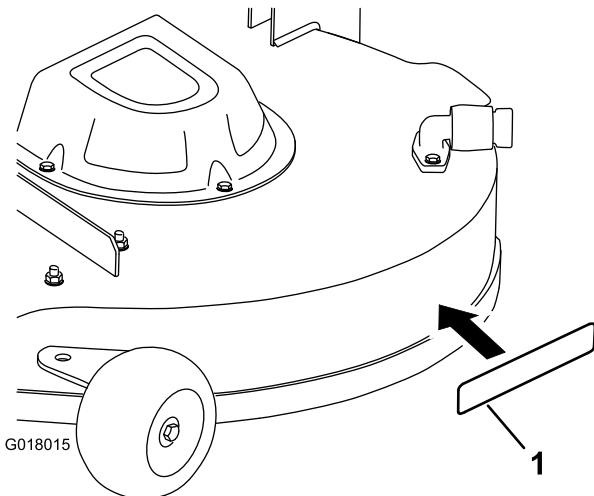

Figure 7
- Collez l'autocollant à l'emplacement indiqué à la Figure 7.
- C. Retirez la pellicule de protection au dos de l'autocollant, puis apposez l'autocollant à l'endroit prévu (Figure 7).